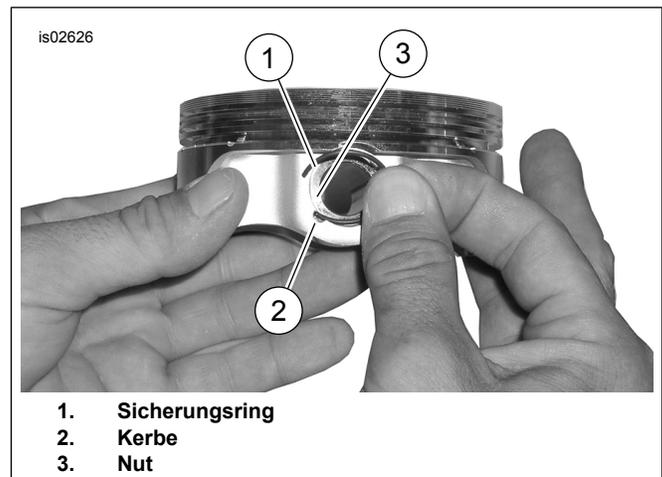

Abbildung 3. Sicherungsring und Kolben
1. Siehe Abbildung 3. Das offene Ende des Sicherungsrings (1) in die Kerbe (2) der umlaufenden Nut (3) des Kolbenbolzenvorsprungs so einsetzen, dass sich die Öffnung beim Einbau entweder in der 12-Uhr-Position oder in 6-Uhr-Position befindet.